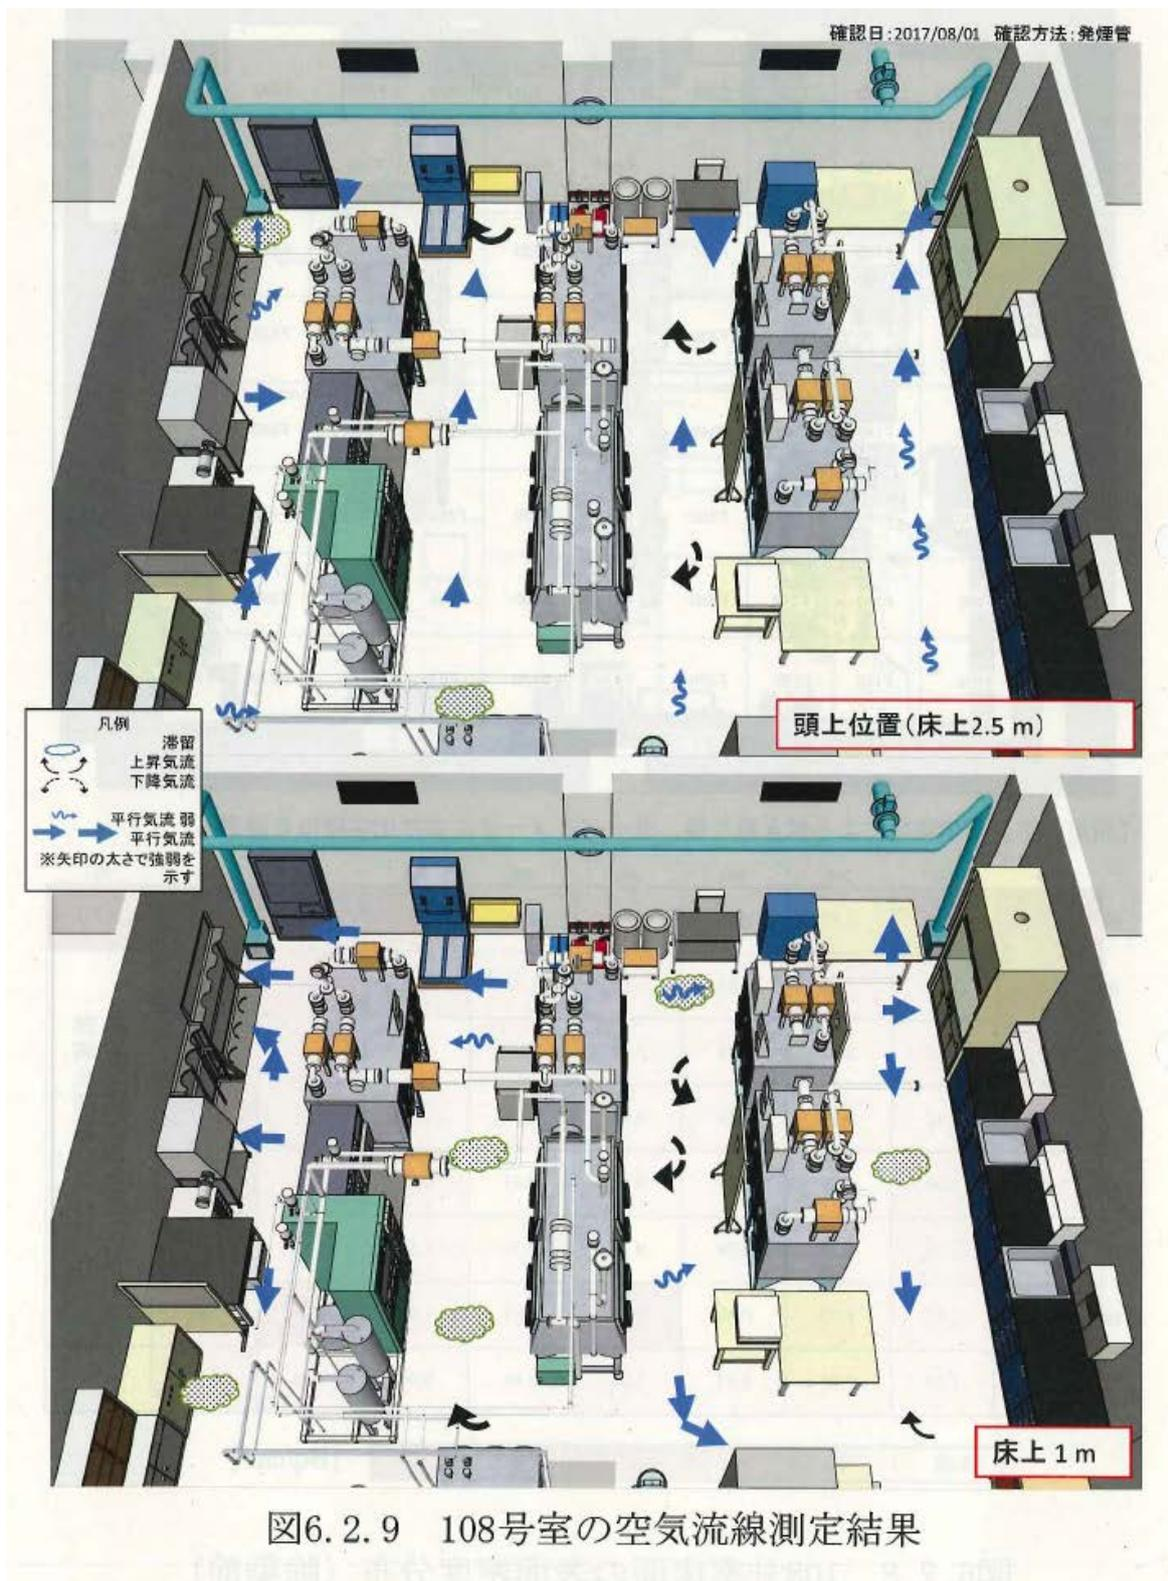

図1 108室内鳥観図
- 108 号室内には、部屋系の排気口が 2 箇所あり、室内の空気は排気口にあるプレフィルタ及び HEPA フィルタを通過して排風機室に流れている。さらにプレフィルタ及び 2 段の HEPA フィルタを通して排気筒から排気される。現在は、部屋系の排気口のプレフィルタの上にさらにプレフィルタを設置し、汚染の飛散防止を図っている。部屋系の排気口の HEPA フィルタの捕集効率は 99.97%であるため、この HEPA フィルタから先の排気ダクト内部には汚染は及んでいないと推定される。フィルタ交換は、今後、室内の汚染管理実績等を踏まえた上で作業計画を立案し実施する。(図 1, 2 参照)